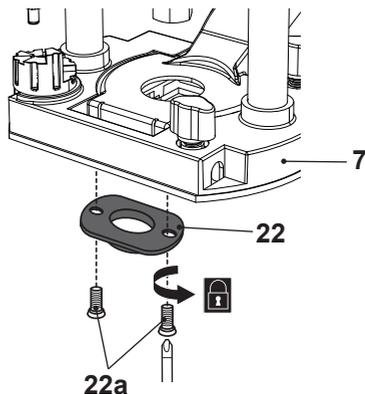

Рис. 10
- > Установите направляющую для шаблонов (22) на плите основания (7), при этом цапга должна быть направлена вниз, и закрепите ее при помощи двух винтов (22a) (Рис. 10).